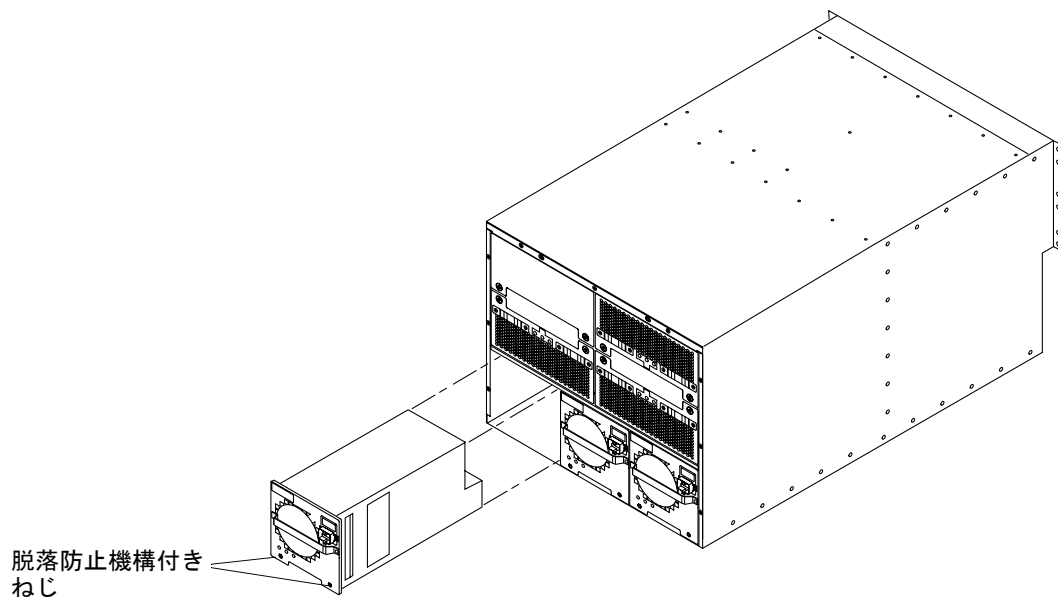

図 4-8 電源装置の取り外しまたは取り付け — Sun Fire 3800 システム
4. 2 本の脱落防止機構付きねじを緩めます (図 4-8)。